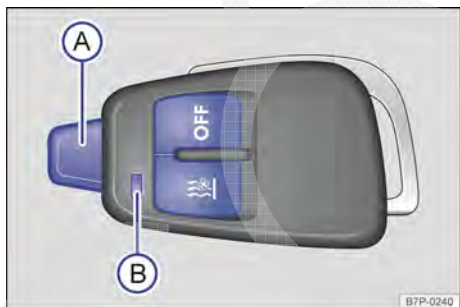

Fig. 131 Aquecimento estacionário: controle remoto.
- **Ligar:** pressionar o botão → Fig. 131. Se a luz de controle se acender em verde durante alguns segundos e depois disso piscar durante 30 segundos, o aquecimento estacionário está ligado: